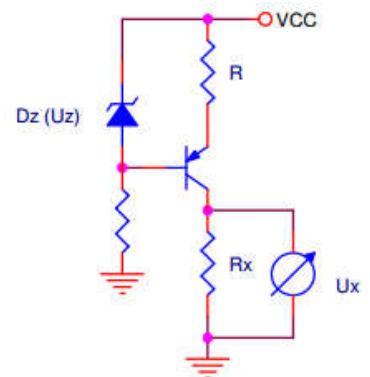

Fig. 4. Ohmetru liniarizat.
15. a) Pentru ohmetrul liniarizat din Fig. 4, să se proiecteze componentele schemei astfel încât să avem scările $R_{XCS} = 500\Omega, 5\text{ K}, 50\text{ k}, 500\text{ k}$. b) Calculați eroarea limită relativă de măsură a R_X știind că imprecizia de determinare a tensiunilor este de 0.5%, iar rezistența de referință are toleranța 1%. Se va neglija tensiunea V_{EB} (acest lucru se poate face în practică înseriind o diodă cu siliciu în serie cu dioda Zener, astfel încât tensiunea pe dioda polarizată direct să anuleze căderea de tensiune pe joncțiunea EB a tranzistorului).